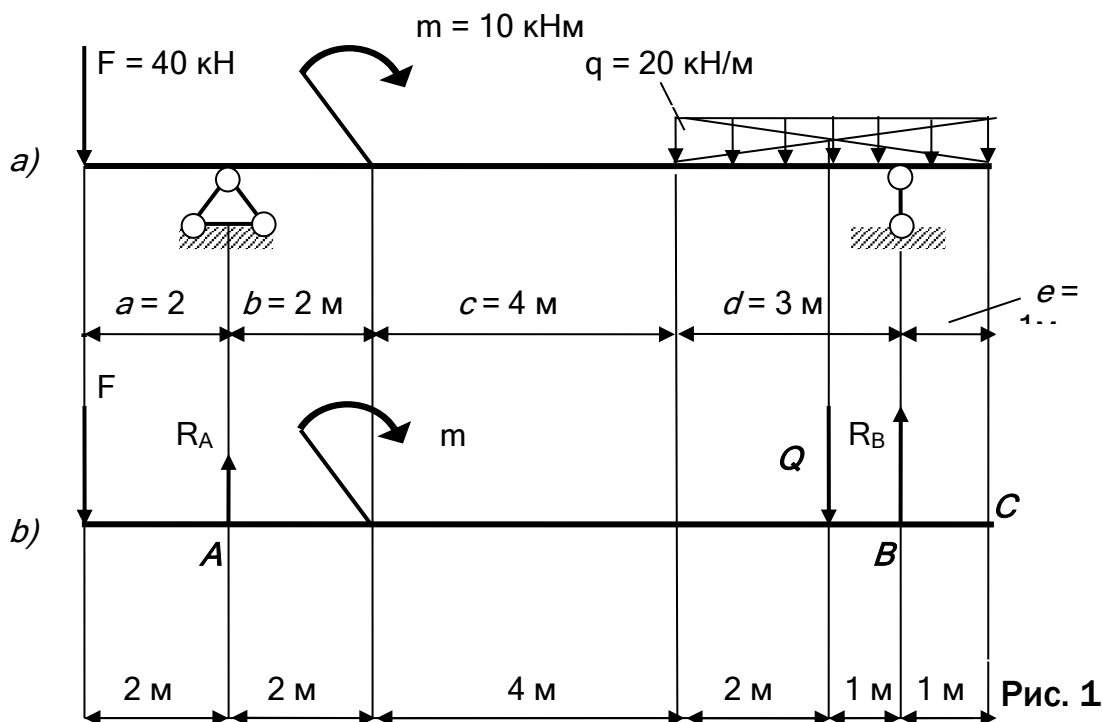

Рис. 1
5. Складіть за рис.1, в рівняння виду  $\sum M_N(\vec{F}_i) = 0$ ,
За даною схемою (рис.1,а) навантаження балки АВ визначити реакції її опор.
- Балку звільняємо від в'язей, замінюючи останні реакціями  $R_A$  та  $R_B$  (рис.1,в).